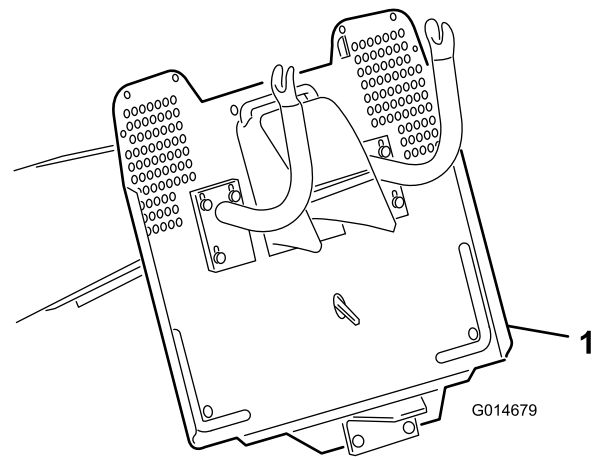

Figura 18
2. Montate l'accessorio sul gancio di traino, situato in basso sul retro della macchina (Figura 18).